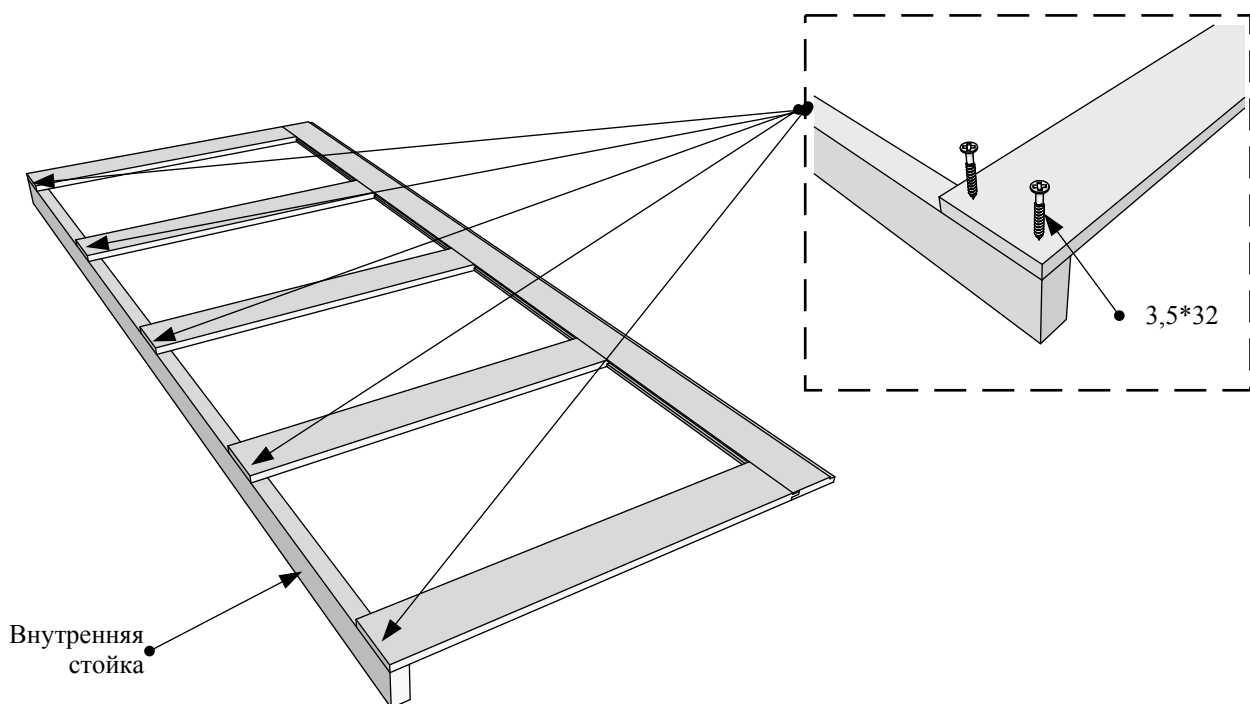

Рисунок 10
4.3 Установить внутреннюю стойку и закрепить её саморезами 3,5*32. Следите чтобы боковая царга не выходила за плоскость внутренней стойки. Перевернуть пенал на другую сторону и повторить операцию (Рис. 10).